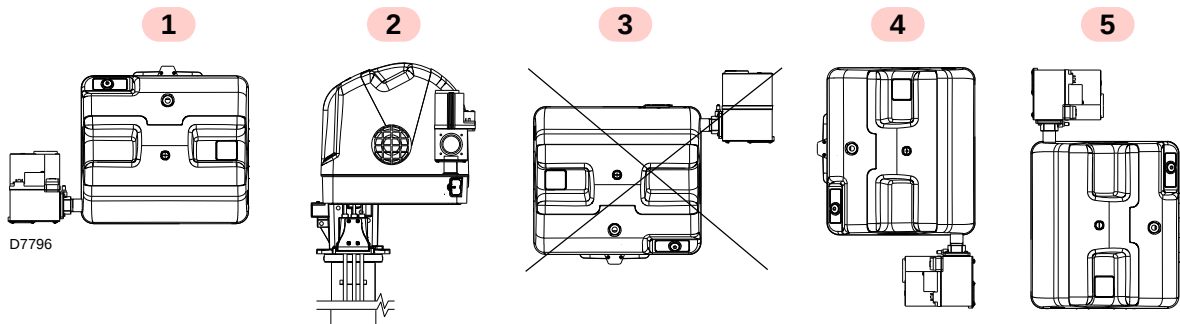

Abb. 11
- Der Brenner kann ausschließlich in den Stellungen **1**, **2**, **4** und **5** betrieben werden (Abb. 11).
- Alle Positionen erfordern die Installation des Gasventils mit nach oben oder waagrecht ausgerichteten Spulen (Abb. 11).